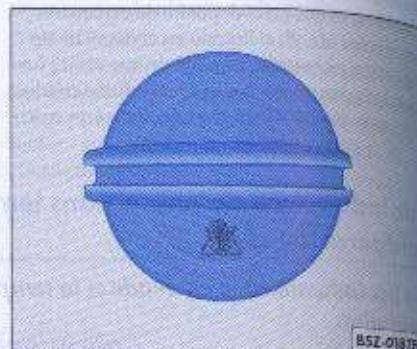

Fig. 113 En el vano motor: remover la tapa del depósito del líquido de refrigeración
– Cubra el tapón del depósito de expansión del líquido de refrigeración → fig. 113 con un trapo grueso y ábralo cuidadosamente hacia la izquierda → △.